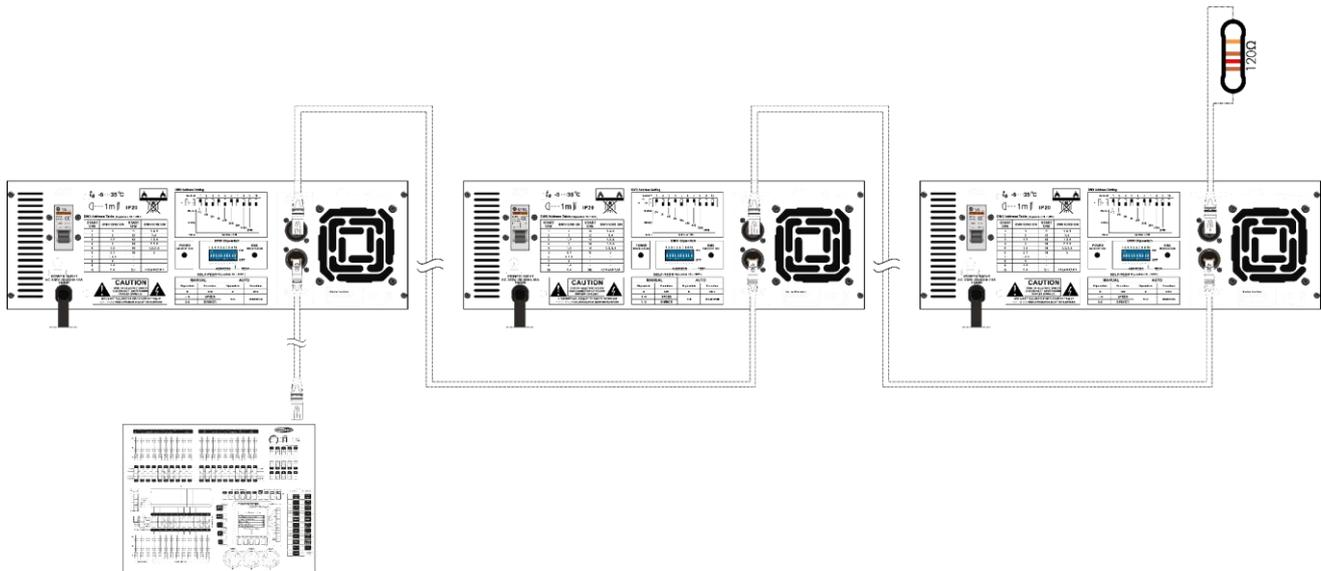

Abb. 08
- 04) Verbinden Sie die Geräte wie in Abb. 08. Schließen Sie den DMX-Ausgang des ersten Geräts mit einem DMX-Kabel an den Eingang des zweiten Geräts an. Wiederholen Sie diesen Vorgang, um das zweite und dritte Gerät ebenfalls anzuschließen.